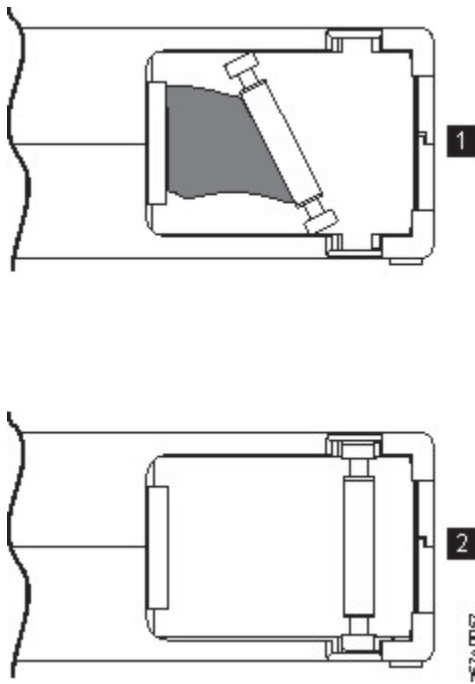

Figure 102. Leader pin in the incorrect and correct positions
- Verificare che la spina guida sia posizionata correttamente (consultare 2 in Figure 102 a pagina 224).
- Non far cadere la cartuccia. Se la cartuccia cade, far scorrere indietro lo sportello della cartuccia e verificare che il perno guida sia posizionato correttamente nei morsetti della molla di sostegno. Vedere 2 in Figure 102 a pagina 224. Se il perno guida viene disallineato, andare a “Repositioning or reattaching a leader pin” a pagina 223.
Improper placement of leader pin. See Figure 102 on page 224.
A leader pin that is improperly seated inside a cartridge interferes with the operation of the drive. Figure 102 on page 224 shows a leader pin in the incorrect **1** and correct **2** positions.